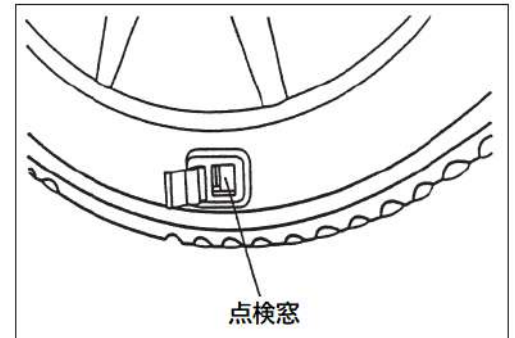

図. 4-2-1
- 2** ライニングの厚さのチェックはドラム裏側のバックプレートにラバーフラップを外して点検窓から行う。もしライニングの残り厚さが5mm以下であるか、ライニングの摩耗限度指示溝が残っていない場合は交換する。(図. 4-2-1)